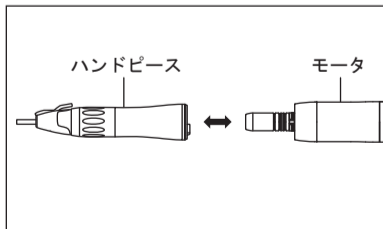

図1
- 1) ハンドピースをモータにまっすぐ挿し込みます(図1)。光付きの場合は、ハンドピースを左右どちらかに「カチッ」と音がするまで回してロックします。